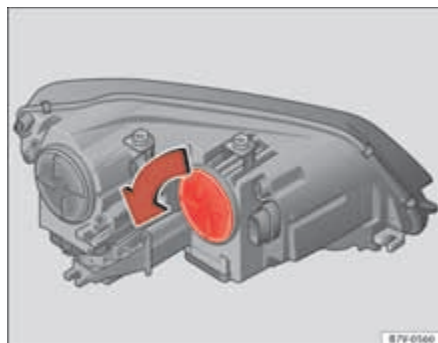

Fig. 202 En el vano motor: Cubierta del intermitente.
3.	Gire la cubierta ⇒ fig. 202 en el sentido de la flecha y extraígalas.
8.	Gire la cubierta ⇒ fig. 202 hasta el tope en sentido contrario al de la flecha.